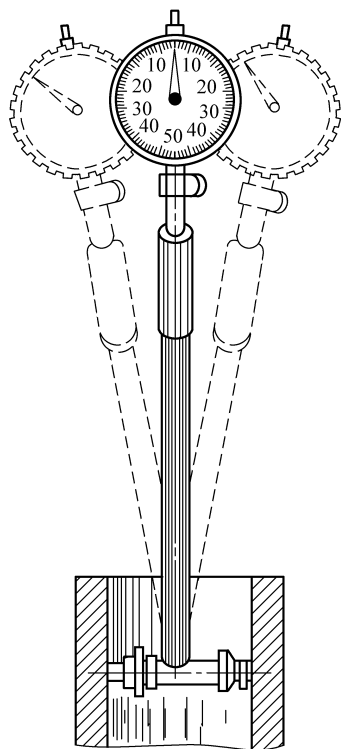

图 2-53 量缸表的正确位置
(1) 将表擦净后小心地装进表架的弹簧插口中, 并使表的指针转过一圈再紧固弹簧插口 (夹力不宜太大)。
(2) 根据气缸内径的大小, 选取一个相应尺寸的可换测头装在表架上。可换测头和活动量杆的测量面是圆弧形的, 如发现测量面已磨平, 就应更换。
(3) 校对“0”位。首先检查百分表的灵敏度, 然后用外径千分尺校正, 当活动量杆的长度与缸径标准尺寸相同时, 将刻度盘上的“0”位转到对正指针, 然后再摆动几次, 复查“0”位。
(4) 将表架伸入气缸来回摆动进行测量(图2-53)。如指针正好指在“0”位,说明被测气缸内径与标准尺寸相同,若指针以顺时针方向离开“0”位,则说明活动量杆缩短,此时应从气缸标准尺寸减去指针转过的刻度值,其差即为气缸的实际尺寸。反之,若指针以逆时针方向离开“0”位,则说明活动量杆伸长,此时应将缸径标准尺寸加上指针转过的刻度值,其和即为气缸的实际尺寸。